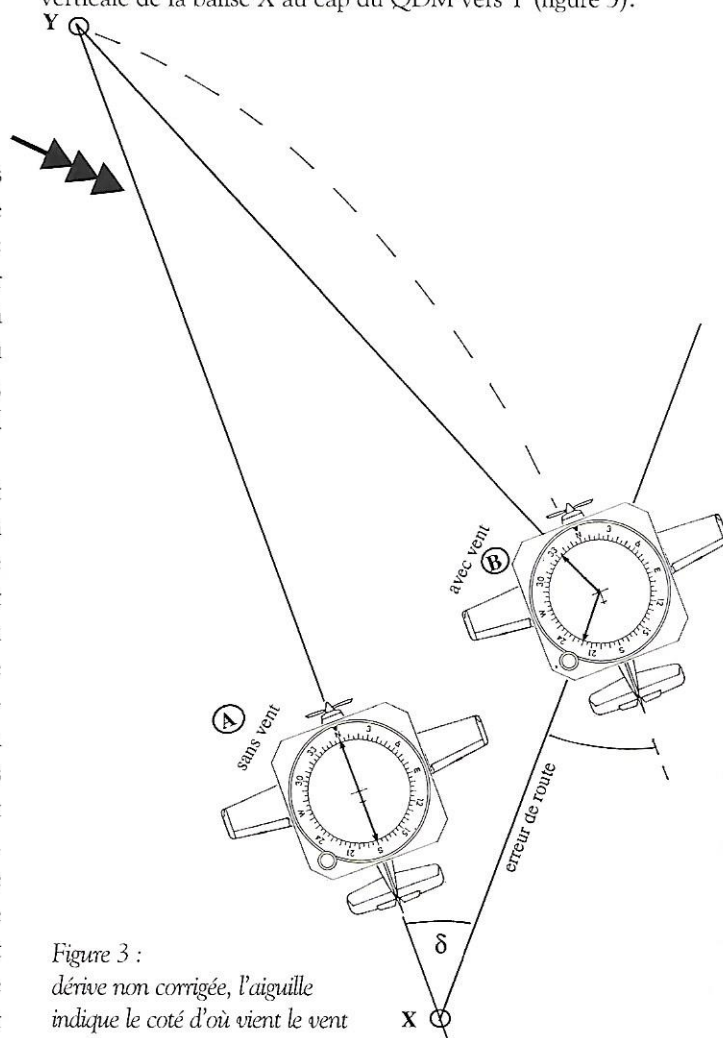

Figure 3 :
• **La dérive et sa correction** : dans les démonstrations qui suivent, deux suppositions seront faites : le cap choisi est bien tenu et, pour réduire le nombre de dessins, l'indicateur comporte deux aiguilles commandées par deux récepteurs. Vous venez de passer verticale de la balise X au cap du QDM vers Y (figure 3).
nouveau cap, le processus se renouvelle jusqu'à ce que l'avion se retrouve dans le lit du vent : c'est la courbe du chien (ligne tirée dans la figure 3). Si le gisement initial a été pris comme base pour corriger la dérive, la même courbe mais moins accentuée sera décrite puisque la correction est insuffisante. Enfin, la précision augmentant avec la proximité de l'émetteur, le gisement pourra varier et la correction devra s'adapter (QDM constant).